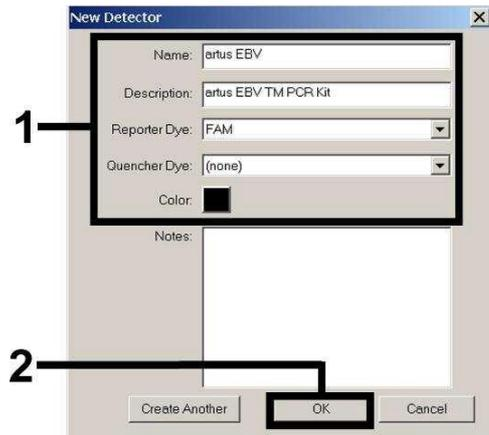
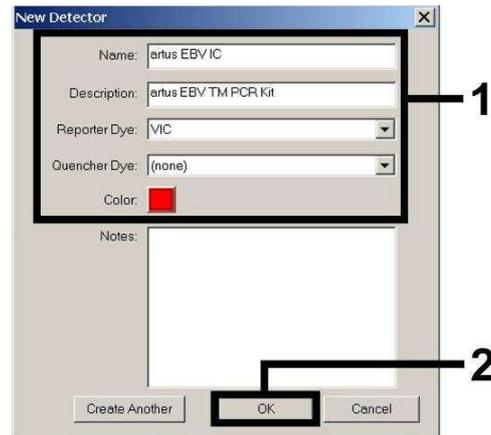
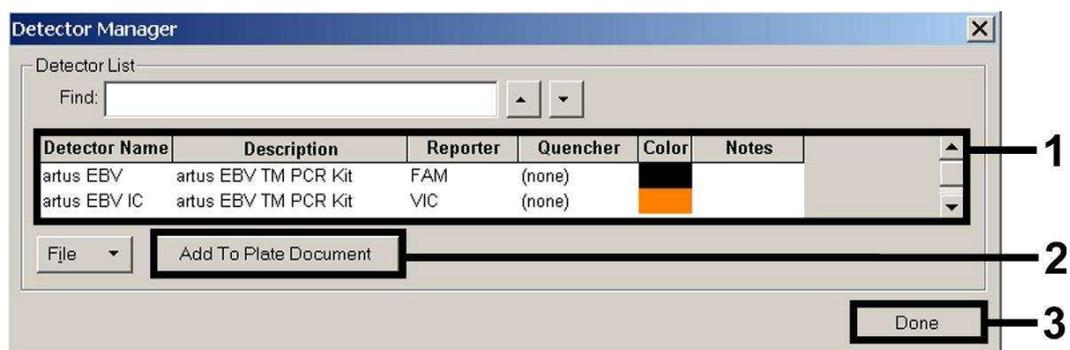

Abb. 4: Erstellung des EBV-spezifischen Detektors (*DetectorManager*).
Abb. 5: Erstellung des IC-spezifischen Detektors (*DetectorManager*).
Abb. 6: Auswahl der Detektoren (*Detector Manager*).
In dem nun erscheinenden Fenster definieren Sie (entsprechend Abb. 4 und Abb. 5) zum Nachweis von EBV-DNA die Reporter/Quencher-Kombination **FAM/none**, zum Nachweis der *Internen Kontrolle* wählen Sie die Kombination **VIC/none** aus. Durch die Bestätigung der Eingaben (OK) kehren Sie zurück zum *Detector Manager*. Markieren Sie die soeben erstellten Detektoren und transferieren Sie jede Auswahl durch Anklicken der Option *Add to Plate Document* zum *Well Inspector* (siehe Abb. 6). Schließen Sie das Fenster (*Done*).